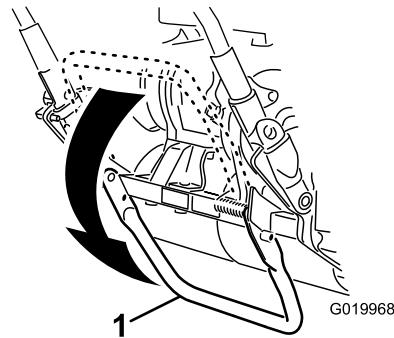

図 9
- キックスタンドを立てる（（キックスタンドの中央部に足を置き、機体の下部についているハンドルで機体を持ち上げると、スタンドの上に機体が載る（図 9）。